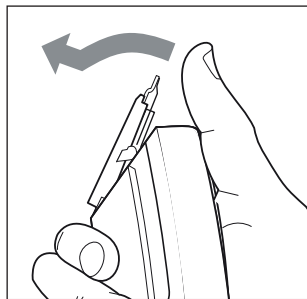
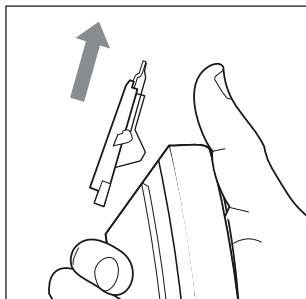

Fig. 8
Fig. 9
- ▶ A lâmina de corte da cabeça de corte ❶ pode ser lavada com água. Não utilize qualquer outro líquido.
- 1) Primeiro pressione a cabeça de corte ❶ para a frente com os polegares, para a soltar do aparelho (ver fig. 8). Em seguida, puxe a cabeça de corte ❶ para cima e retire-a do aparelho (ver fig. 9).